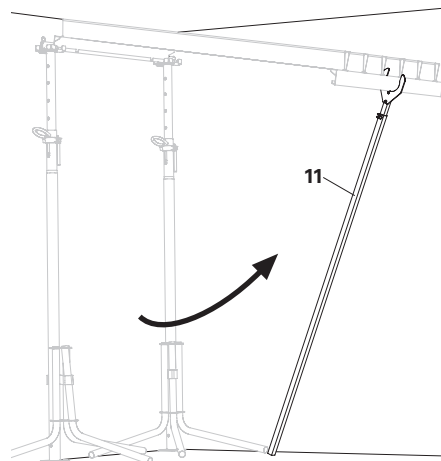

Fig. A4.03
3. Spingerlo verso l'alto usando l'asta di montaggio (11) e lasciarlo appoggiato sull'asta di montaggio. (Fig. A4.03)